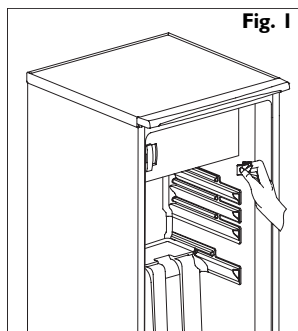

Fig. 1
1. Enlevez le cache de la charnière. (Fig. 1). Dévissez les 2 vis de fixation et enlevez la porte (Fig. 2)